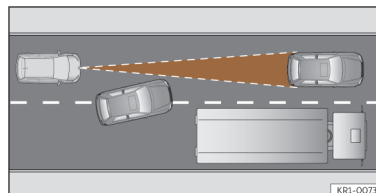

Fig. 144 Mudança de faixa de um veículo.
- Veículos que mudem para a faixa na qual circula a pouca distância do veículo >>> **Fig. 144.**